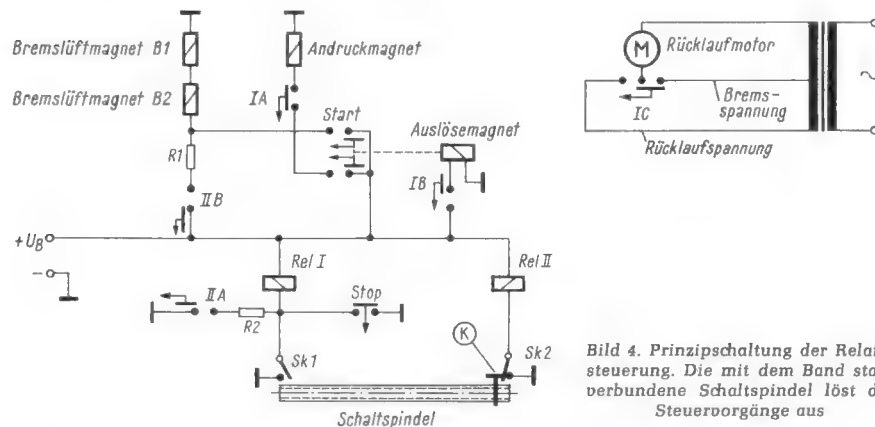

Bild 4. Prinzipschaltung der Relaissteuerung. Die mit dem Band starr verbundene Schaltspindel löst die Steuervorgänge aus
Rechts: Bild 4. Chassisansicht des Tonbandteiles. Vorn die große Anzeigeskala, hinten ist stehend die gedruckte Platine zu erkennen
Die Mechanik des Gerätes weist zahlreiche interessante Einzelheiten auf. Bild 4 vermittelt zunächst einen Gesamteindruck vom Chassis. Das 10 cm breite Band wird auf zwei hier senkrecht stehenden Trommeln aufgewickelt. Der Tonkopf sitzt auf einer senkrechten Schlittenführung. Die Höhe wird durch den Spurwähler eingestellt. Weil die komplizierten mechanischen Steuervorgänge der üblichen Tonbandgeräte entfallen, ergibt sich eine sehr einfache Wirkungsweise. Ein Spaltpolmotor treibt über einen
sehen von den Einstellern für Lautstärke und Klangfarbe hat der Magnetbandspieler nach Bild 4 lediglich noch einen Startknopf sowie den mechanischen Spurwahlschalter, mit dem die Stufenscheibe betätigt wird. Hingegen fehlen die sonst üblichen Tasten für Vor- und Rücklauf.
Zum Verständnis der in Bild 4 wiedergegebenen Prinzipschaltung muß nochmals auf Bild 3 verwiesen werden. Dort ist die mit dem Aufwickelteller (13) starr verbundene Schaltspindel (14) zu erkennen, auf der sich bandtransportabhängig ein Kontaktschlitten (15) bewegt. Durch ihn werden zwei Schaltkontakte betätigt, und zwar am Bandanfang Sk 2 (16), am Bandende Sk 1 (17).
In der Bereitschaftsstellung des Gerätes (Bild 4) ist eine beliebige Spur gewählt, die Starttaste jedoch nicht gedrückt. Das Band steht also in der Anfangsstellung, sozusagen auf dem Startpunkt, wobei der Schaltkontakt Sk 2 durch den Kontaktschlitten (K) geschlossen wird. Die Bremsluftmagnete B 1 und B 2 sind nicht angezogen, es werden also beide Spulenteller gebremst, es werden erst freigegeben, wenn die Starttaste betätigt wird. Hierbei erfolgt über den Andruckmagneten der Bandtransport, wobei sich gleichzeitig der Kontaktschlitten in Richtung Schaltkontakt Sk 1 bewegt, während Sk 2 geöffnet wird. Der Kontakt Sk 1 ist so justiert, daß er kurz nach Beendigung der Aufzeichnung bzw. am Bandende vom Kontaktschlitten geschlossen wird. Relais I zieht an, unterbricht mit seinem Kontakt I A den Bandantrieb und damit den Bandtransport, über den Kontakt I B läßt der Auslösemagnet die Starttaste in die Aus-Stellung zurückspringen. Über den Kontakt I C wird der Rückwickelmotor von einer Ablaufbremsspannung auf die höhere Rückwickelspannung umgeschaltet und damit automatisch der Rückwickelvorgang eingeleitet. Die Bremsluftmagnete B 1 und B 2 bleiben über den Haltewiderstand R 1 angezogen, während Relais I beim Zurückfahren des Kontaktschlittens - Sk 1 hat inzwischen wieder geöffnet - über den Haltewiderstand R 2 gehalten wird.
Als Spurwahlschalter wird zur besseren Übersicht zweckmäßig ein 16fach-Druckstastenaggregat verwendet, das den mechanisch arbeitenden Spurwahlschalter aus dem Gerät nach Bild 4 ersetzt. Hinzu kommt der sogenannte Betriebsartenschalter (A 1, A 2, A 3), der die folgenden vier Betriebsarten zuläßt: Normalbetrieb, Wiederholen der gewählten Spur, Fortschalten auf die nächstfolgende Spur und Spurvorwahl.